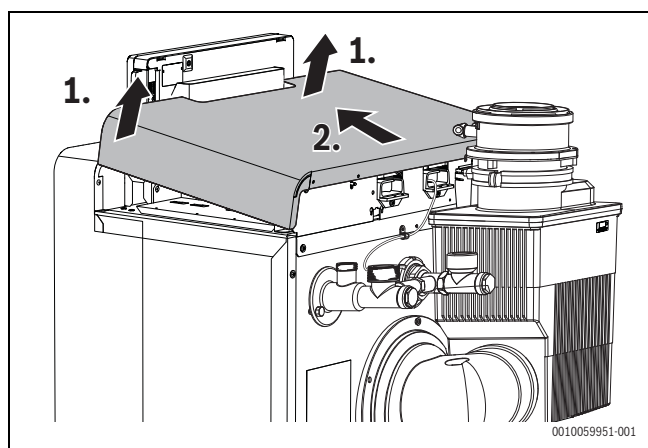

Bild 37 Kesselhaube abnehmen
- Kesselhaube im vorderen Bereich nach oben anheben und dann nach vorne abnehmen (→ Bild 37).